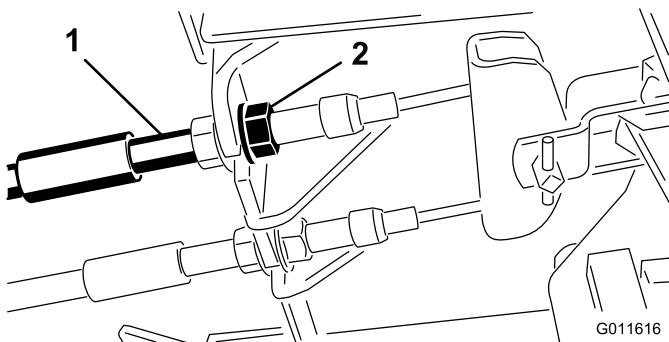

図35
1. 遊びを減らすブレーキを締めるには、ブレーキケーブルのネジ山の前ナットをゆるめ、後ろのナットを締める(図35)。